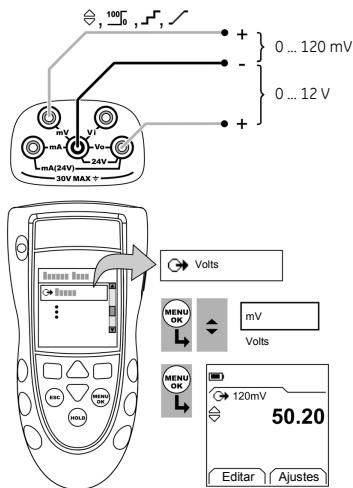

Figura 2: Exemplo de configuração – Alimentar em mV ou volts.
- Conecte o instrumento (Figura 2) e, se necessário, ajuste o Conf. (Tabela 1).